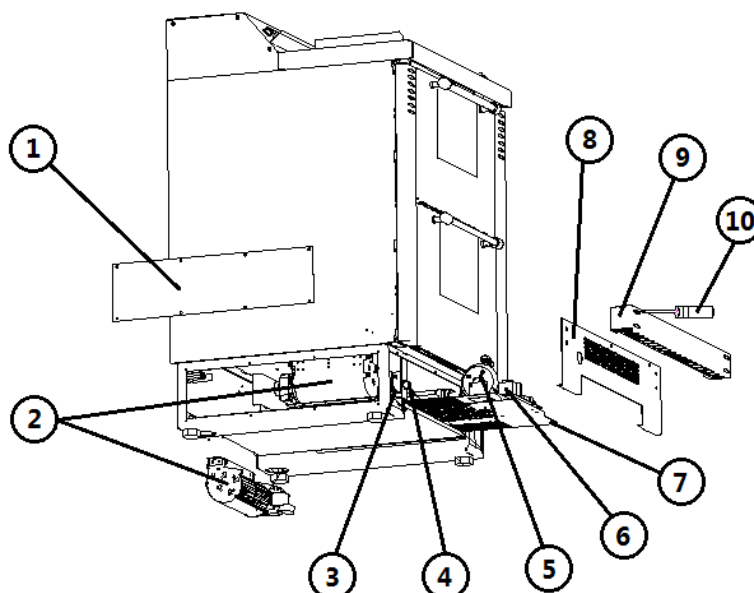

Fig. 34 - Zijaanzicht
LEGENDE Fig. 34 op pag. 67
- Maak het instrumentenbord onderaan los door de 4 schroeven weg te nemen uit de elliptische gaten (zie **Fig. 34 op pag. 67**).
- Draai de 8 schroeven los van de zijafdekkingen rechts en links van de basis (zie **Fig. 34 op pag. 67**).